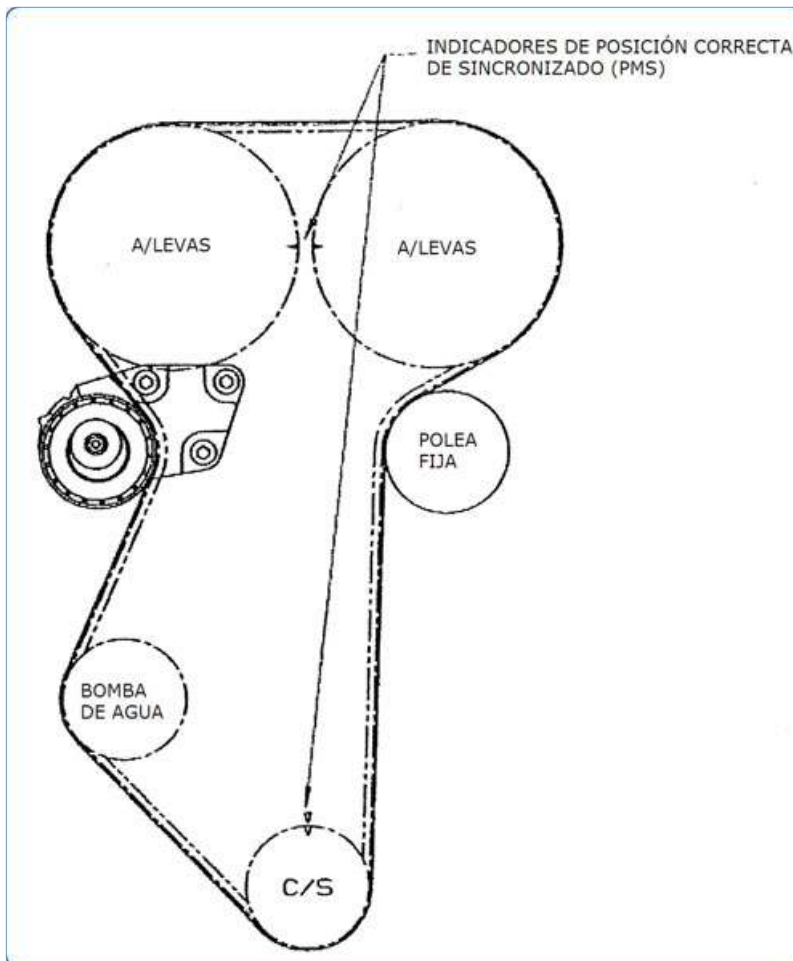

Fig. 4
2. Gire el cigüeñal **solamente en sentido horario** hasta la posición PMS (Punto muerto superior) (es decir, cilindro N° 1 en posición de disparo); siga las instrucciones del fabricante del vehículo. Solo para referencia, ver la **Fig.4**.
7. Instale una nueva correa de distribución con cuidado de engranar los dientes correspondientes de las poleas según la disposición de la transmisión (**Fig. 4**) comenzando con el cigüeñal y trabajando en sentido antihorario.
10. Retire la llave y toda otra herramienta utilizada para alinear la posición PMS, luego gire el cigüeñal dos (2) vueltas completas en forma manual para que la correa se asiente correctamente hasta que el cigüeñal se reposicione en la posición PMS . Compruebe la alineación PMS del cigüeñal y del árbol de levas, (**Fig. 4**). Si la alineación de las poleas está dentro de los parámetros, la instalación está completa. Si alguna de las poleas no está alineada en posición PMS, se tiene que retirar la correa y repetir el procedimiento de instalación desde el paso 3.